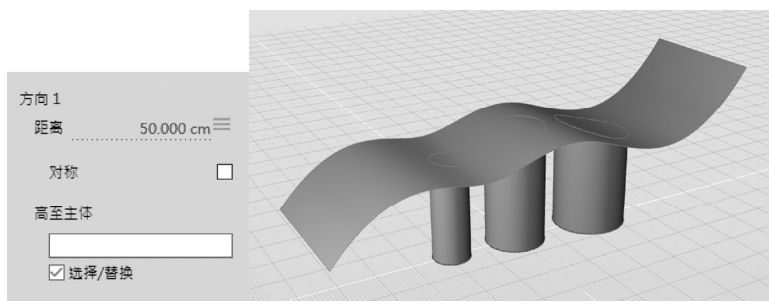

图 4-28 选择挤出曲面高至曲面#1 (左) 以获得结果 (右)
3) 在控制面板中,在“高至主体”参数下勾选“选择/替换”复选框。此时可见控制台提示“沿方向 1 拾取参照对象”,随后点选视图中的“曲面#1”,该操作使挤出曲面高度与选中曲面对齐,因此获得图4-28所示的结果。